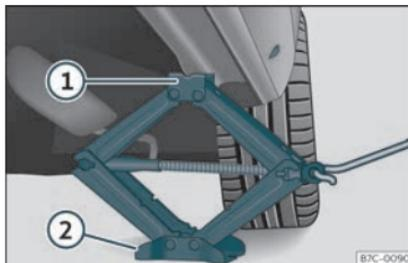

Fig. 39 Bas de caisse : placement du cric du véhicule.
- Tournez la manivelle du cric*, placé sous le point d'appui du bas de caisse, pour le lever jusqu'à ce que l'ergot ① >>> fig. 39 se trouve sous le logement en plastique prévu à cet effet.
- Alignez le cric* de sorte que l'ergot ① « s'encastre » dans le logement en plastique prévu à cet effet sur le bas de caisse et que la plaque de base mobile ② repose sur le sol. La plaque de base ② doit tomber à la verticale par rapport au point d'appui ①.